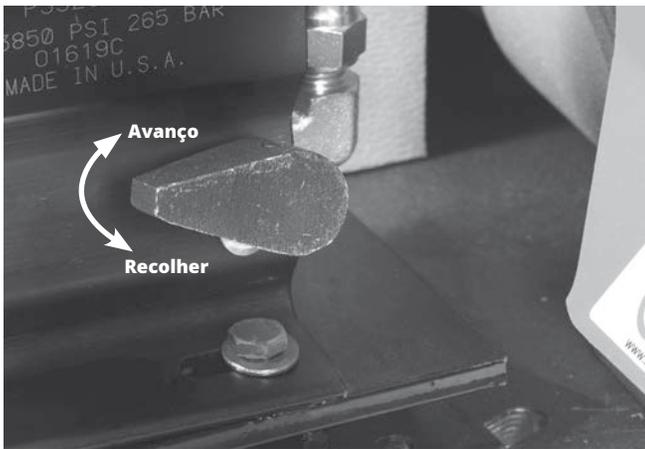

Figura 9 - Posição da alavanca de libertação da bomba
- Para recolher o rolete de ranhura, mova a alavanca da bomba para a posição de recolha. *Ver Figura 9.*